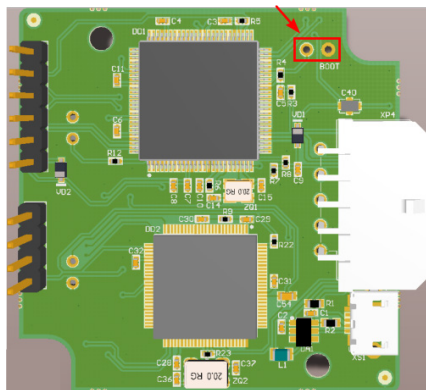

Рис.11. Замыкание контактов BOOT.
4. Замкните контакты BOOT на плате устройства TK-CAN-LOG (см. Рис.11) и подключите устройство к ПК с помощью стандартного кабеля USB AM – USB microB 5pin.